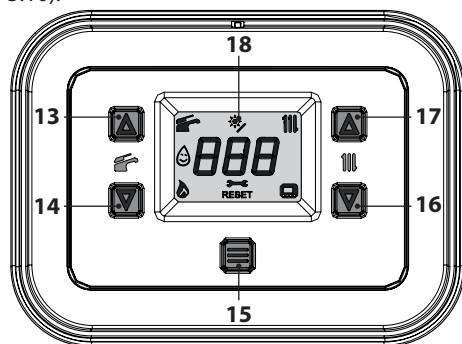
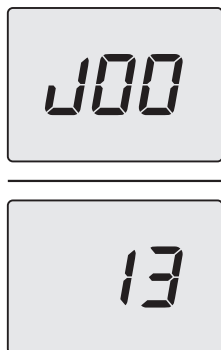

Figura 3.9
Figura 3.10
Per accedere alla modalità INFO tenere premuti contemporaneamente i tasti 16 e 17 (Figura 3.9) fino a far apparire sul display l'indice "J00" che si alterna al valore del parametro (Figura 3.10).
- tenere premuti contemporaneamente i tasti 14 e 16 per 5 sec. (Figura 3.9) (salita di un livello).
della caldaia, basta premere il tasto 15 (Figura 3.9).